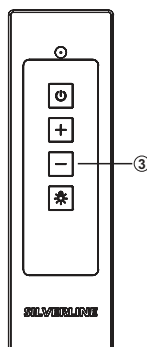

Abb. 18
- ➔ Um die Leistung des Motors zu reduzieren drücken Sie auf der Fernbedienung die Taste (-) (Abb. 18 / 3).